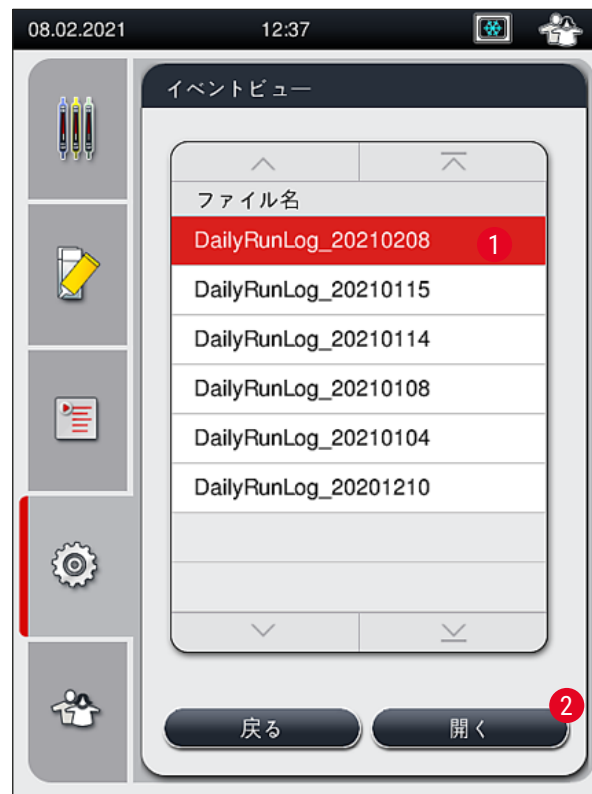

図 40
装置のスイッチを入れる都度、毎日、独立したログファイルが作成されます。このファイルは、**イベントビューメニュー** (→ 図 40) で **DailyRunLog** を選択して呼び出すことができます。
**イベントビュー画面** (→ 図 40) でログリストから希望するイベントログ (→ 図 40-1) を選択し、**開く** (→ 図 40-2) ボタンを押して呼び出すことができます。